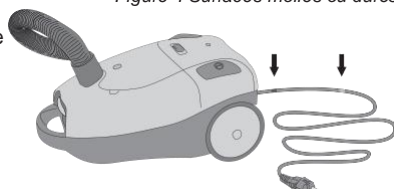

Figure 5 Marques sur le cordon
6. Le cordon porte une marque jaune et une rouge; voir la figure 5. Déroulez le cordon jusqu'à la marque jaune.